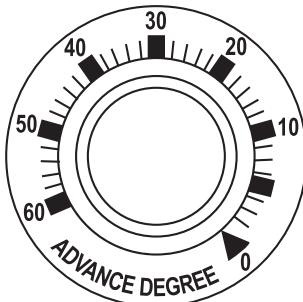

FIGURA 4.
- Observe la lectura de escala avanzada como se muestra en la figura 4.